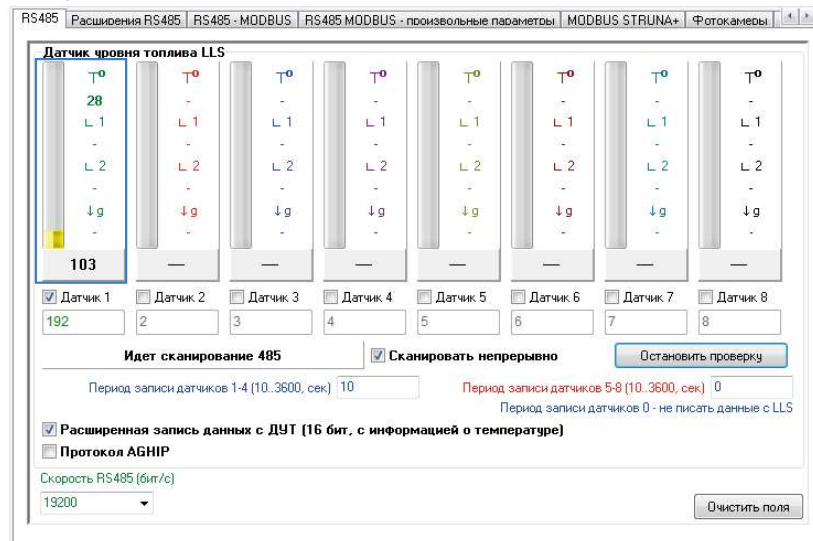

Рис.37. Результат сканирования.
- Если настройка контроллера и датчика выполнена корректно, то на вкладке «RS485» по адресу подключенного датчика появятся показания этого датчика (Рис.37). В протоколе LLS угол наклона передается в градусах (103 на рисунке), температура в °C (T_0 , 28 на рисунке).